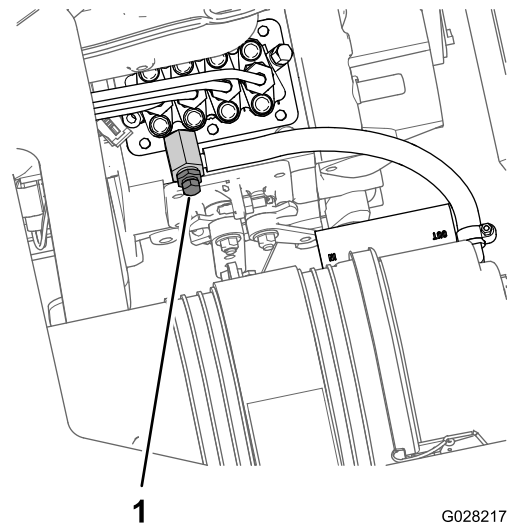

Figure 79
8. Placez un bac de vidange sous la partie pompe d'injection du moteur (Figure 79).
9. Desserrez la vis de purge sur la pompe d'injection (Figure 79).
11. Laissez la clé à la position CONTACT jusqu'à ce que le carburant s'écoule régulièrement par la vis de purge (Figure 79).
12. Serrez la vis de purge (Figure 79) et tournez la clé à la position ARRÊT.